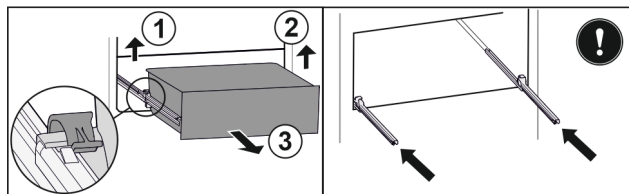

Fig. 70
- Sollevare il morsetto sinistro e allo stesso tempo tirare in avanti il cassetto sinistro. Fig. 70 (1)
- Sollevare il morsetto destro e allo stesso tempo tirare in avanti il cassetto destro. Fig. 70 (2)
- Rimuovere il cassetto tirandolo in avanti. Fig. 70 (3)